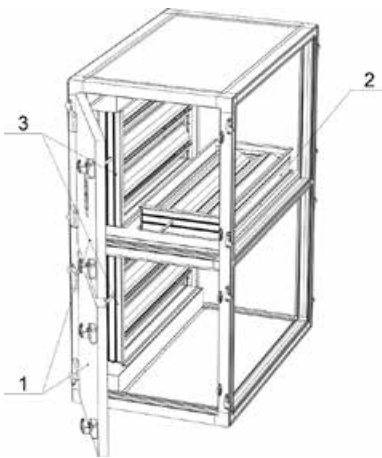

Abbildung 4.7.3
3. Zweistufiges Mischteil mit drei Klappen innen (übereinander (*Abbildung 4.7.3*) oder nebeneinander).